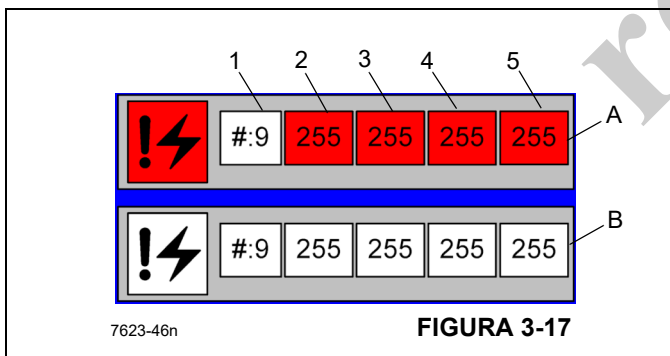

FIGURA 3-17
A Figura 3-17 mostra falhas ativas e registradas. O sistema de controle do guindaste exibe até as 20 falhas ou erros mais recentes registrados do(s) sistema(s) de controle do guindaste e do RCL. As setas circulares podem ser usadas para rolar pelas falhas ativas. Esta série de números corresponde a uma falha específica para um módulo, conector e pino específicos. Para apagar os códigos de falha registrados, podem ser pressionados o botão do ícone do código de falha e o “X” em vermelho.
O seguinte descreve a tela do código de falha (Figura 3-17):
- Caixa de falha ativa (vermelho, A, Figura 3-17) — O sistema de controle do guindaste exibe até 20 falhas ou erros ativos no(s) sistema(s) de controle do guindaste e do RCL.
- Caixa de falhas registradas (B, Figura 3-17) — As falhas registradas não estão atualmente ativas. Use as setas para cima/para baixo para rolar pelos códigos.